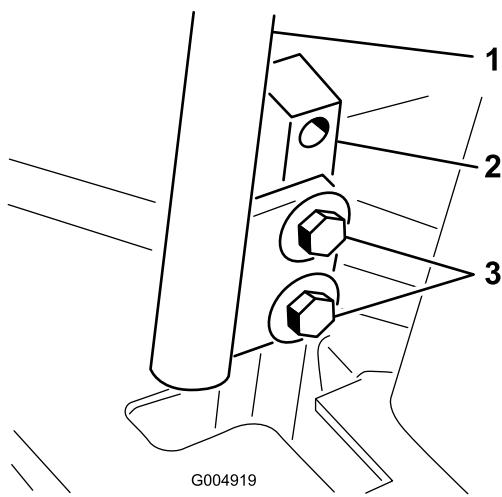

Figura 64
3. Afloje los pernos que sujetan las palancas de control (Figura 64).